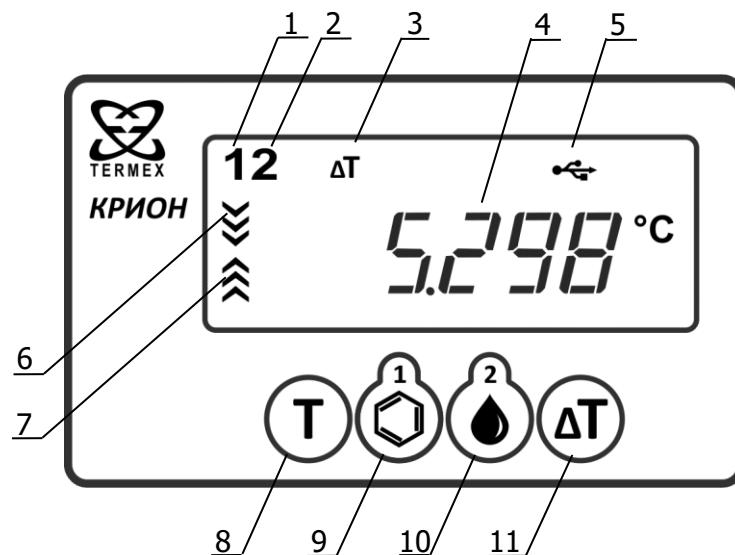

Рисунок 4 — Лицевая панель электронного блока
Затем на дисплее в позиции 4 (рисунок 4) отобразится текущая температура.
2.5.1 На лицевой панели электронного блока (рисунок 4) расположены дисплей и четыре кнопки, с помощью которых осуществляется управление установкой. Назначение элементов управления указаны в таблице 2.
- 1 - Подготовка. Установка ожидает охлаждения образца до 15 °C. Индикаторы 6, 7 (рисунок 4) погашены.
2.8.2 Для изменения значения температуры переохлаждения (см. рисунок 4):
2.9.3 Запустить процесс измерения температуры кристаллизации растворителя длительным нажатием (более 1 с) кнопки 9 (см. рисунок 4). Индикатор 1 начнет мигать, а на дисплее отобразится текущая температура растворителя.
2.9.4 По окончании измерения раздастся звуковой сигнал, значение температуры кристаллизации растворителя сохранится в энергонезависимой памяти установки и отобразится на дисплее. В дальнейшем (до начала следующего измерения температуры кристаллизации) это значение можно посмотреть, коротко нажав кнопку 9 (рисунок 4).
2.10.3 Запустить процесс измерения температуры кристаллизации раствора испытуемого вещества длительным (более 1 с) нажатием кнопки 10 (см. рисунок 4). Индикатор 2 начнет мигать, а на дисплее отобразится текущая температура раствора.
2.10.4 По окончании измерения раздастся звуковой сигнал, значение температуры кристаллизации раствора испытуемого вещества сохранится в энергонезависимой памяти установки и отобразится на дисплее. В дальнейшем (до начала следующего измерения температуры кристаллизации) это значение можно посмотреть, коротко нажав кнопку 10 (рисунок 4).
- 2 - включить принудительное перемешивание, одновременно нажав и удерживая (более 3 с) кнопки 8 и 11 (рисунок 4);
2.11.1 Нажать кнопку 11 (рисунок 4). На дисплее отобразится значение депрессии температуры.